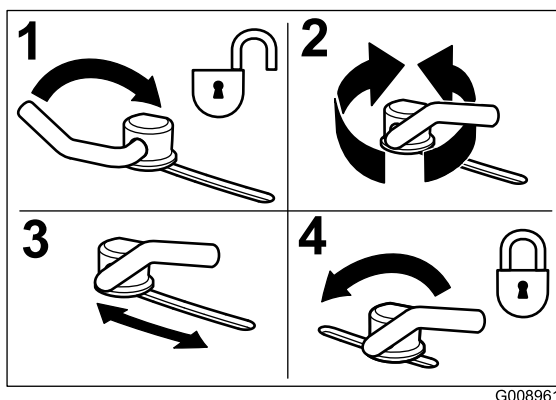

図 14
1. カムロックは、レバーをゆるめて調整する(図 14)。
3. 調整ができたならレバーを締めてバッフルとカムロックを固定する。(図 14)